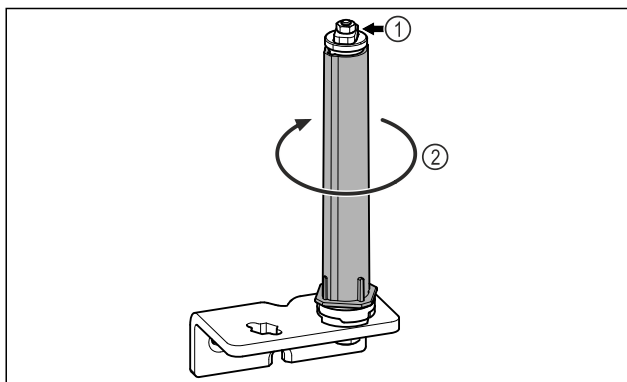

Fig. 29
- Türschließsystem Fig. 29 (1) nicht zerlegen.
- Schließsystem Fig. 29 (2) drehen, bis es klickt.